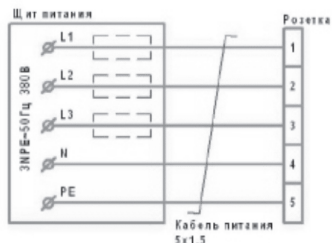

Рис. 5
6.4 Для защиты электропроводки от перегрузок подключение к стационарной электросети осуществляется через автоматический выключатель номиналом 25А для РТ-Q12 и РТ-Q15 и 32А для РТ-Q18. Кабель питания и сетевую розетку подключить в соответствии со схемой подключения (Рис. 5). Сечение жил кабеля питания должно быть не менее 2,5 мм² (для медной жилы) для РТ-Q12 и РТ-Q15 и 4 мм² для РТ-Q18.